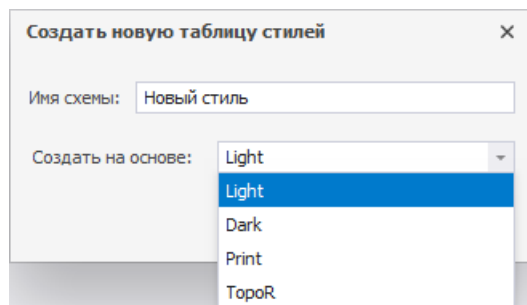

Рис. 108 Ввод имени и выбор исходных данных
3. Введите имя для новой цветовой схемы и выберите исходные данные для ее создания в поле «Создать на основе», Рис. 108.